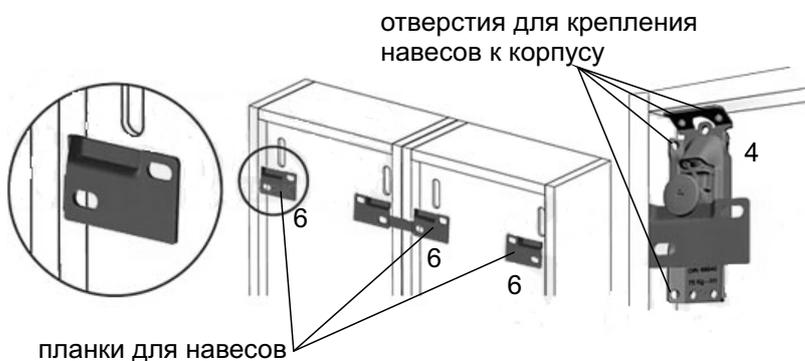
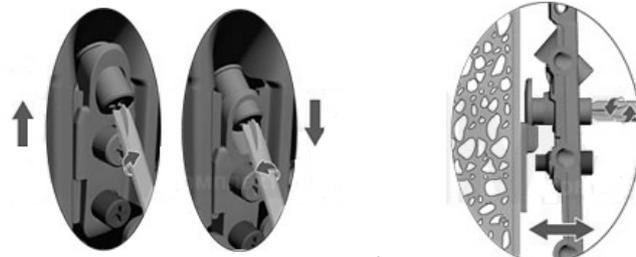

рис. 2
рис. 3
3. С задней стороны шкафа прикрутить невесы (4) саморезами 3,5x20 (11), которые ввинчиваются в топ (III) и боковины шкафа (I, II), в соответствующие отверстия (рис. 2)
4. Закрепить планки (6) для навесов (4) на стене, предварительно наметив места их расположения, в соответствии с местами расположения шкафа(шкафов).
5. Если рядом вешаются несколько шкафов, их необходимо скрепить между собой межсекционными стяжками (17), предварительно просверлив отверстия  $\phi 5$  в смежных боковинах.
6. Отрегулировать шкаф(ы) по вертикали и глубине (рис. 3), закрыть отверстия в задней стенке заглушками (5).
7. Навесить фасады (VI), досверлить отверстия сверлом  $\phi 5$  мм в месте предполагаемого расположения ручки, предварительно приложив брусок в месте предполагаемого выхода сверла.